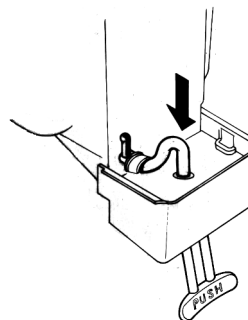

figura 14
- 3 - Infilare l'estremità anteriore nella sede verticale del corpo rubinetto (vedere figura 14).